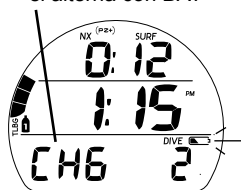

Fig. 2 - SOSTITUZIONE BATTERIA
- L'icona batteria viene visualizzata lampeggiante, con le diciture CHG >> BAT che si alternano (Fig. 2), non appena si entra in modalità Superficie; trascorsi 5 secondi l'unità si spegne.